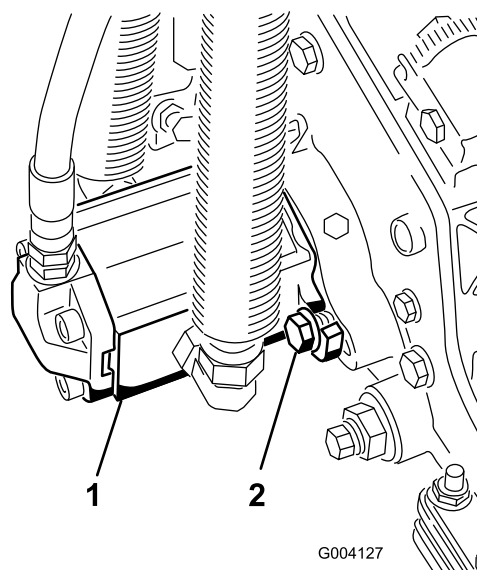

Рисунок 20
17. Установите электродвигатель, повернув его по часовой стрелке так, чтобы фланцы двигателя не закрывали болты (Рисунок 20).